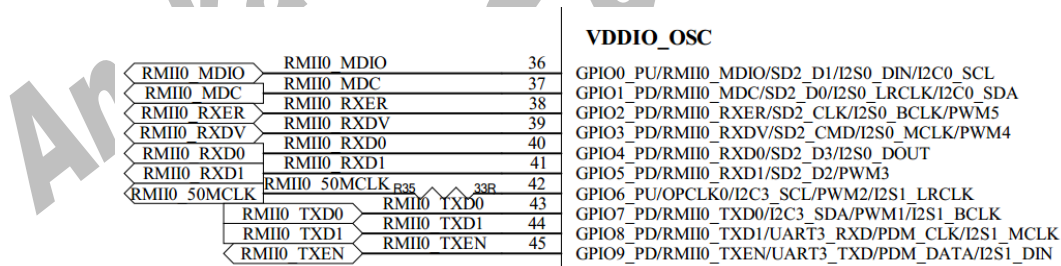

图 3-1 RMII 50M 时钟连接
- 1) AK 芯片向外挂的 PHY 芯片提供 50MHz 时钟。此信号容易受干扰，需在靠近 AK 芯片的管脚处放置一个 33R 端接电阻，如图 3-1 所示。